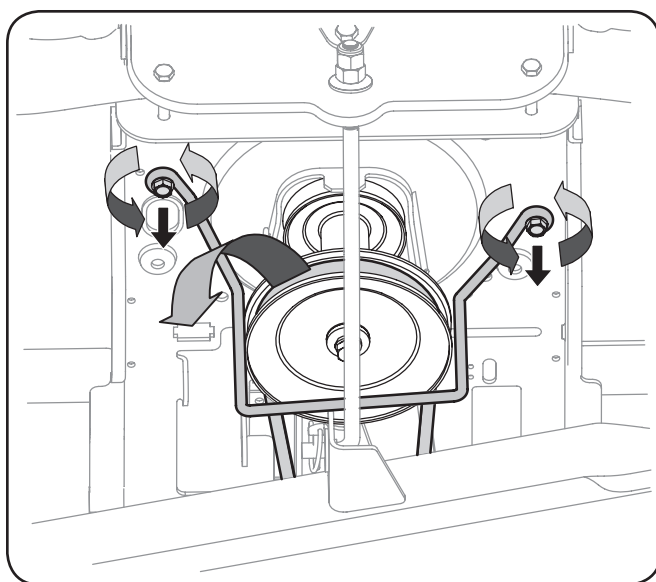

Figura 7-1
4. Retire la cinta de la guardia y el cinturón de la siguiente manera Refiérase a la figura. 7-1: